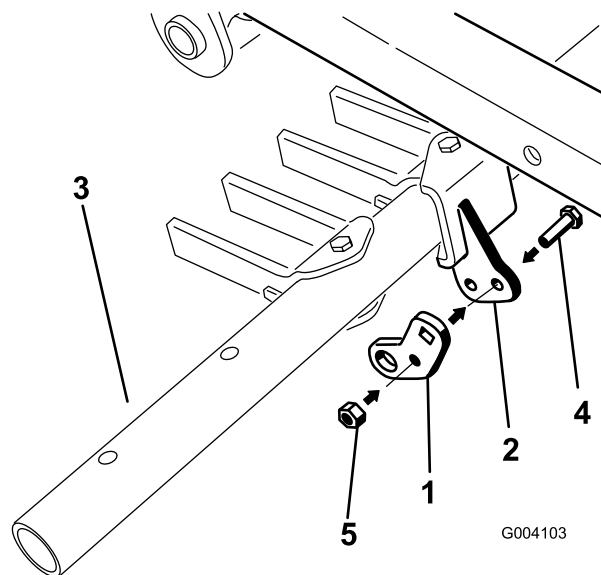

Рисунок 14
2. Свободно установите шарнирную планку, используя среднее отверстие, на шарнирный кронштейн на навесном брус, с помощью болта (5/16 x 1 дюйм) и контргайки (5/16 дюйма) (**Рисунок 14**).